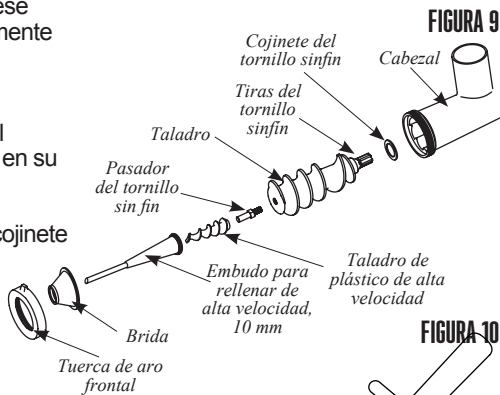

FIGURA 9
3. Inserte el tornillo sinfin, con el cojinete del tornillo sinfin instalado, dentro del cabezal (FIGURA 9). Alinee las tiras del tornillo sinfin con el eje de transmisión del molino.